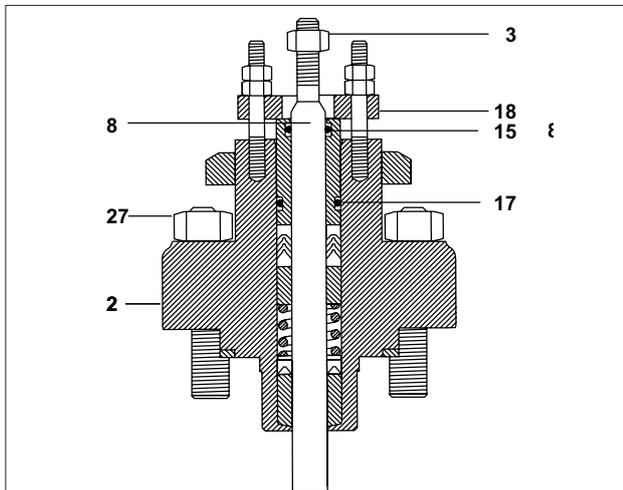
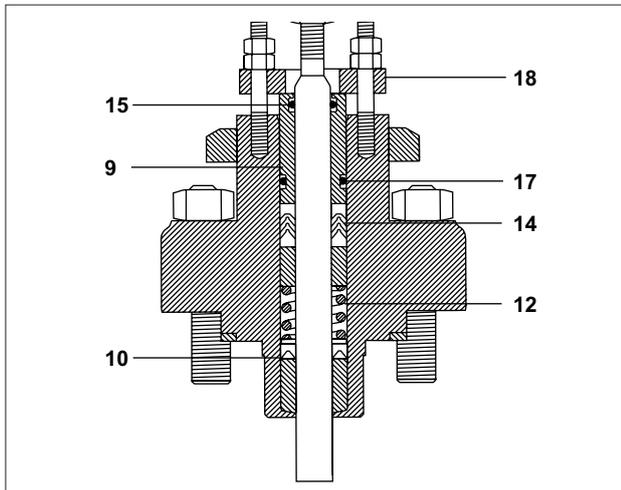

Bild 4: PTFE
Bild 6: PTFE
- Stopfbuchsmutter (18 – Bild 4 oder 5) lösen;
- Gehäusemuttern (27 – Bild 4 oder 5) lösen
- Das Ventiloberteil (2) und die Ventilkegelstange mit Kegel (8) entfernen
- Die Kontermutter (3 – Bild 4 oder 5) entfernen
- Die Stopfbuchsfeststellplatte (18 – Bild 4 oder 6) entfernen
- „O“ Ringe (15 und 17 – Bild 4) aus der Stopfbuchsmutter (18 – Bild 6) einfernen.
- Die gesamte Stopfbuchshalterung reinigen und in der richtigen Reihenfolge (Bild 4 oder 6) wieder zusammenbauen.
- Auf das Gewinde des Stopfbuchsmutter (18 – Bild 6) etwas Schmiermittel aufbringen und sie dann 2 oder 3 Drehungen in das Ventiloberteil reindrehen. Zu diesem Zeitpunkt reicht es, wenn die Stopfbuchspackung lose angezogen ist.
- Die Stopfbuchsmutter (18 – Bild 6) muss erst fest angezogen werden, wenn das Oberteil – wie in Kapitel 4.6 beschrieben – korrekt befestigt worden ist.